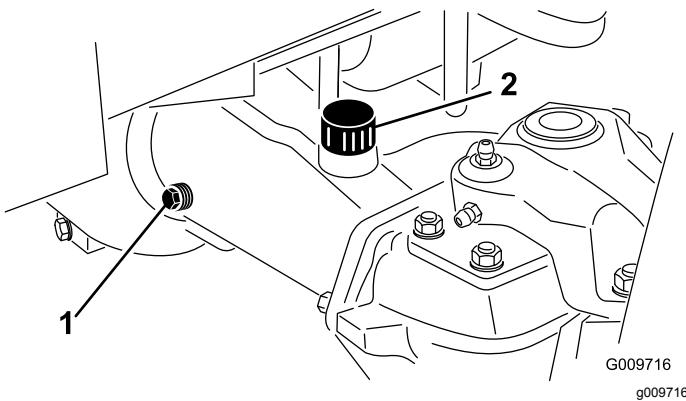

Figura 96
2. Togliete il tappo di controllo da un'estremità del ponte (Figura 96) e verificate che l'olio raggiunga la base del foro. Se il livello è basso, togliete il tappo di riempimento (Figura 96) e rabboccate con olio finché non raggiunge la base del foro del tappo di controllo.